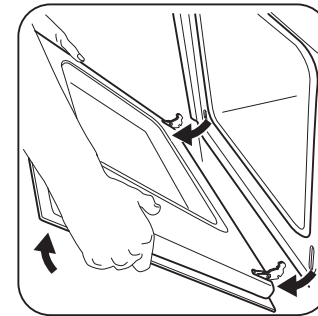

Figure 34: Maintien de la porte pour le retrait
3. Tenez fermement les deux côtés de la porte. N'utilisez pas la poignée de la porte du four. Fermez la porte du four à mi-chemin de la première position d'ouverture. Tirez ensuite la porte vers l'avant et retirez-la de son siège (Figure 34).
1. Tenez fermement les deux côtés de la porte. N'utilisez pas la poignée de la porte du four (Figure 34).
2. En tenant la porte dans le même angle que pour le retrait, posez le crochet du bras de charnière sur les tiges situées de chaque côté du cadre de la porte (Figure 34). Les crochets des bras de charnière doivent être bien assis sur les tiges.